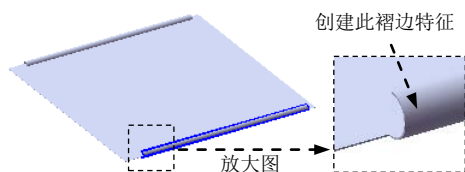

图 17.12.23 创建褶边 2
Step6. 创建图 17.12.23 所示的褶边 2。选择下拉菜单 **插入(I)** → **钣金(B)** → **褶边(F)...** 命令；单击 **边线(E)** 区域中的“折弯在外”按钮 。选取图 17.12.24 所示的模型边线为生成褶边的边线；单击 **类型和大小(T)** 区域中“滚轧”按钮 。在  文本框中输入角度值 180，在  文本框中输入数值 6.0。单击  按钮，完成褶边 2 的创建。